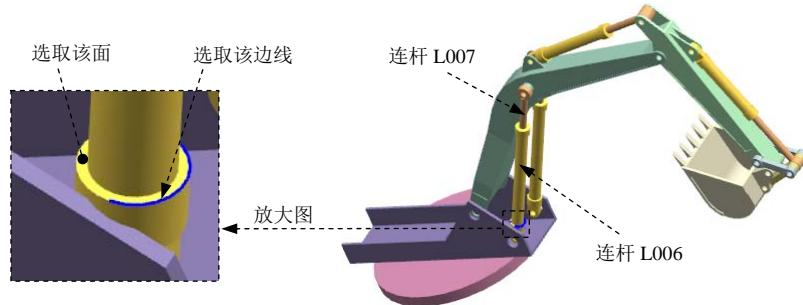

图 10.8.22 定义滑动副（二）
(1) 定义运动副类型。在“运动副”对话框定义选项卡的类型下拉列表中选择滑动副选项。
(2) 选择连杆。选取图 10.8.22 所示的连杆 L007。
(3) 定义原点及矢量。在“运动副”对话框的指定原点下拉列表中选取“圆弧中心”选项，在模型中选取图 10.8.22 所示的圆弧为定位原点参照；选取图 10.8.22 所示的面作为矢量参考面。
(4) 添加啮合连杆。在“运动副”对话框的基本区域中选中啮合连杆复选框，单击选择连杆 (0)，选取图 10.8.22 所示的连杆 L006。
(5) 定义啮合连杆原点及矢量。在“运动副”对话框基本区域的指定原点下拉列表中选取“圆弧中心”选项，在模型中选取图 10.8.22 所示的圆弧为定位原点参照；选取图 10.8.22 所示的面作为矢量参考面。
(6) 单击应用按钮，完成第六个运动副的添加。